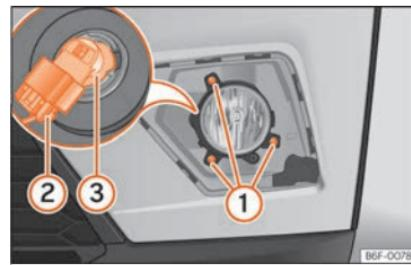

Fig. 56 Faro antiniebla: desmontar el portalámparas
- Retire los 3 tornillos **»» fig. 56 ①** y extraiga el faro antiniebla.
- Extraiga el conector de la lámpara **②**.
- Gire el portalámparas **③** hacia la izquierda y tire.